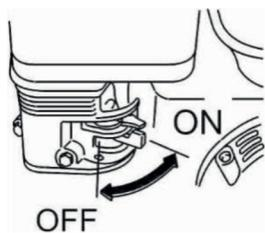

Рис. 2
- Установите топливный кран в положение "On" ("Включено"). (Рис. 2)
- Установите топливный кран в положение "Off" ("Выключено"). (Рис. 2)